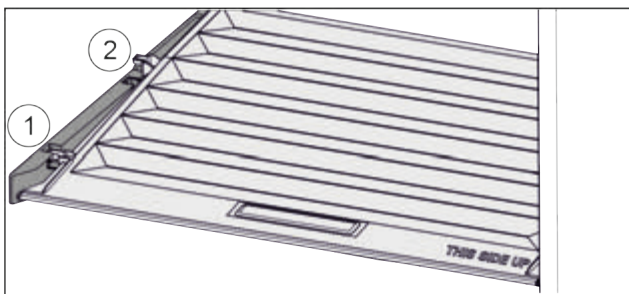

Fig. 109
- ▶ Кришку до отвору в деталях для підтримки потягнути вперед Fig. 109 (1).
- ▶ Підняти ззаду знизу та вийняти Fig. 109 (2) вгору.